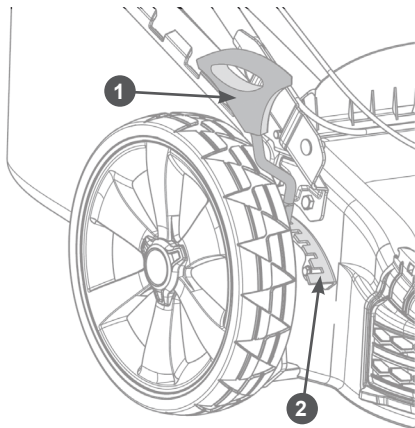

Рис. 13 Регулировка высоты скашивания
- А) выведите рычаг 1 регулировки из зацепления с зубчатым сектором 2 (Рис. 13);
- Б) переместите рычаг 1 регулировки в требуемое положение и снова введите в зацепление рычаг и зубчатый сектор (Рис. 13).